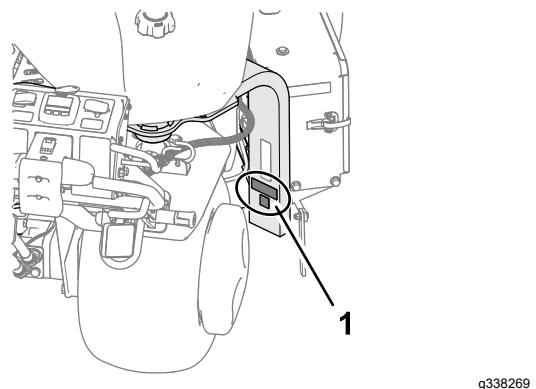

Figure 19
2. Nettoyez la jambe de la fourche à l'alcool, comme montré à la Figure 19, et laissez sécher la surface.
2. Appliquez l'autocollant CE et l'autocollant de l'année de production sur la jambe de la fourche (Figure 19).